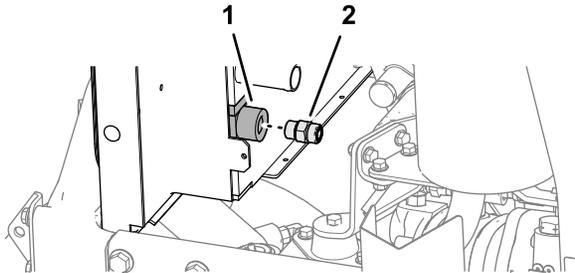

Figura 30
2. Monte a união reta (vedante do anel -8/SAE 3/4 pol.) na saída do refrigerador do óleo do radiador/refrigerador de óleo e aperte a união (Figura 30).